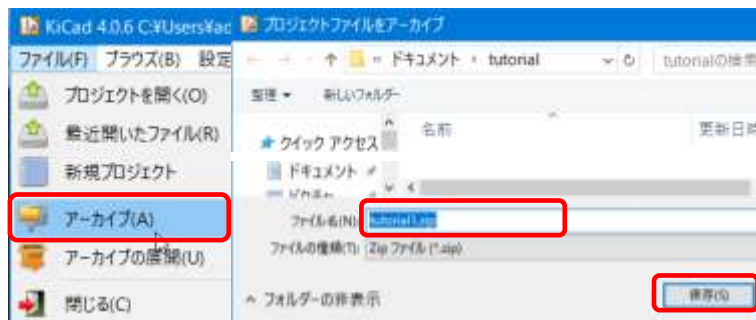

図 10-28
- ① 回路図エディタ, レイアウトエディタそれぞれでファイル保存して終了します。
- ② KiCad マネージャのメニューバー「ファイル」→「アーカイブ」と進みます。
- ③ ファイル名を適当に付けて保存します。 図 10-28